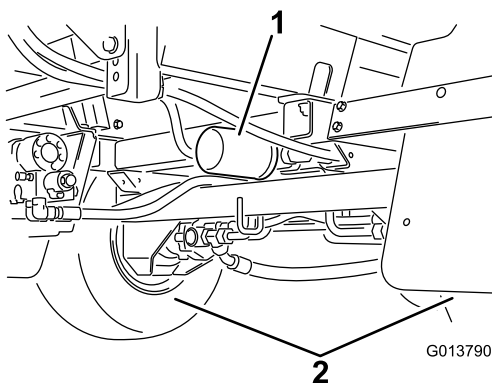

Bild 110
2. Ermitteln Sie die zwei Hydraulikfilter an der Maschine (Bild 109 und Bild 110).